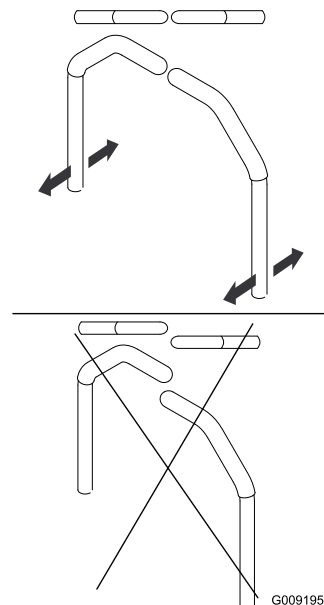

Figure 83
4. Réglez l'alignement avant/arrière des leviers en les plaçant simultanément à la position point mort puis faites-les coulisser jusqu'à ce qu'ils soient alignés, puis serrez les boulons (Figure 83).